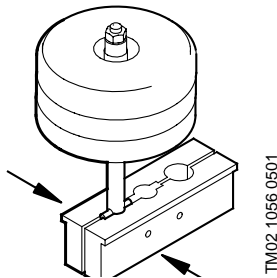

Abb. 4
3. Zylinderstift Pos. 10 in das Wellenloch einsetzen und Pumpenkörper in den Wellenhalter Pos. **A** anbringen, siehe Abb. 4. Schraubstock anziehen.